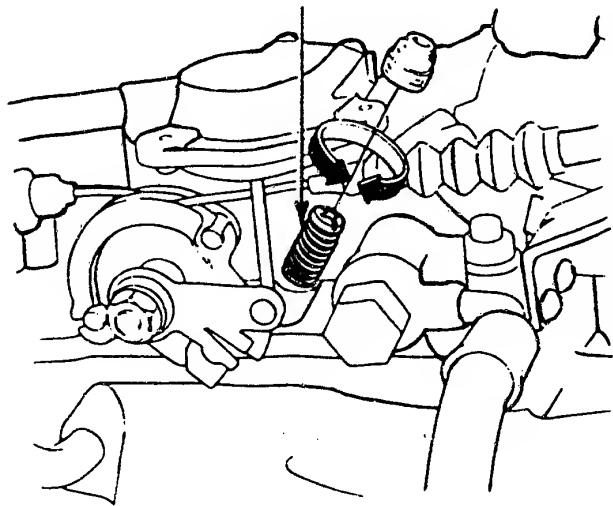

Bild 34 Der Pfeil zeigt die Leerlaufeinstellschraube, die durch ein Plastikhütchen abgedeckt ist.
- Am betriebswarmen Motor Drehzahlmesser anschliessen und Stecker vom EACV abziehen. Leerlaufdrehzahl mit abgeschalteten Verbrauchern prüfen. Sollwerte (Handschtaltung und Automatikgetriebe) = 625 ± 50 /min. Leerlaufdrehzahl an der Einstellschraube (Bild 34) einstellen.